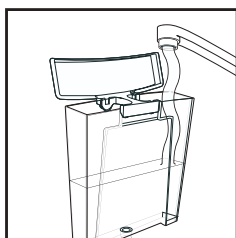

Рис. 1
- **Внимание!** **Перед первым использованием кофеварки извлеките красную резиновую пробку из резервуара для воды (16).**
- Снимите емкость (16), наполните ее холодной водой до отметки MAX и установите на место (рис.1).